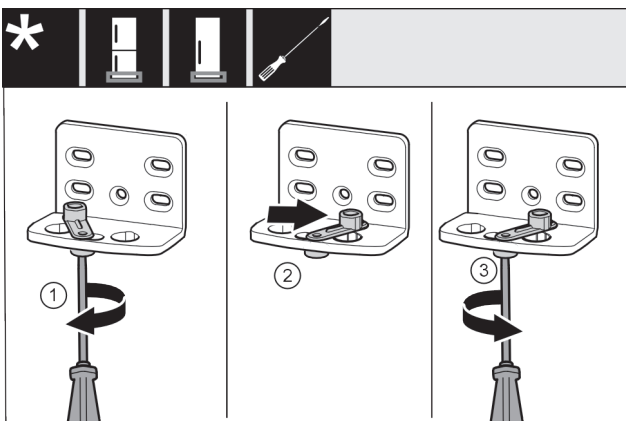

Fig. 13
- Lironi plotësisht vidën Fig. 13 (1) me një kaçavidë.
- Ngrini lart ndihmën e mbylljes së derës Fig. 13 (2) dhe rrotullojeni brenda vrimës me 90° nga e djathta.
- Mbërtheni fort vidën Fig. 13 (3) me kaçavidë.